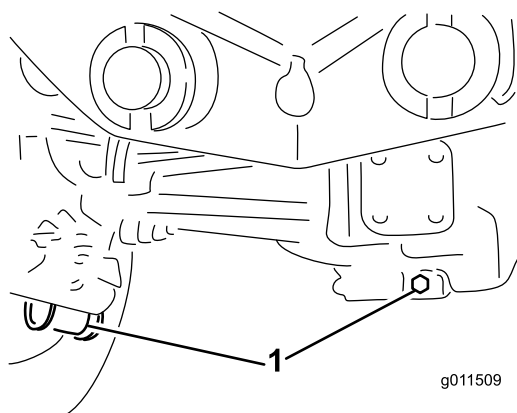

Figure 91
2. Nettoyez la surface autour des 3 bouchons de vidange, 1 à chaque extrémité et 1 au centre (Figure 91).